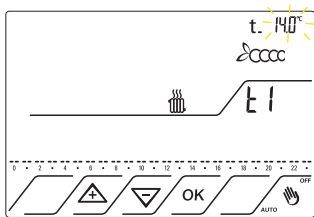

Fig.28
7.4 Premere il tasto OK per entrare. Sul display compare la prima fascia di temperatura relativa a T1 14°C lampeggiante. Fig.28